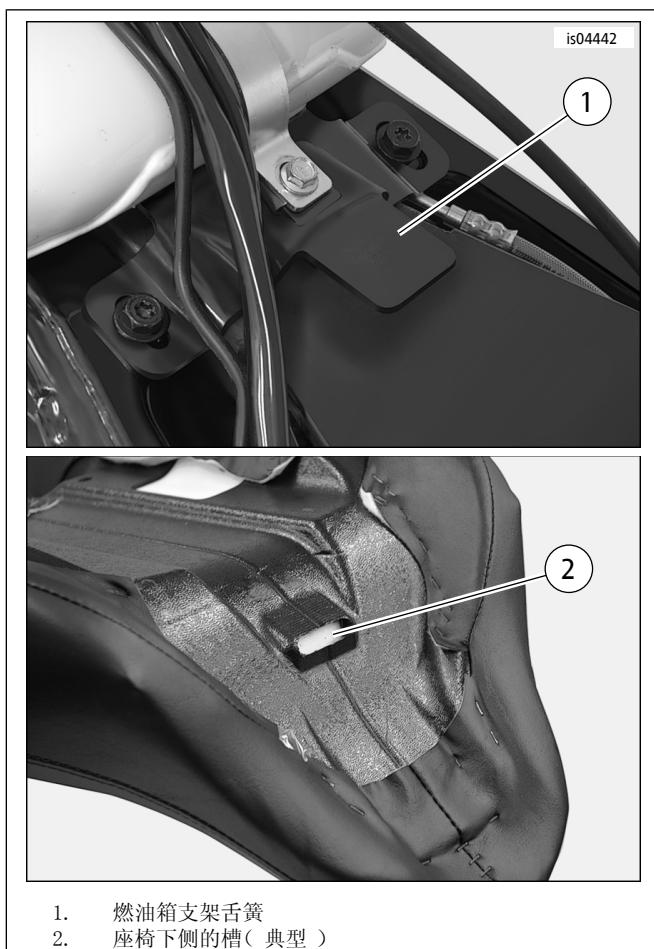

图5。前座椅安装(典型)
9. 参见图5。如果已安装，将座椅后部从前端滑过扣带，直到座椅前端下侧的槽（2）位于燃油箱后托架上的座椅安装舌（1）后方。